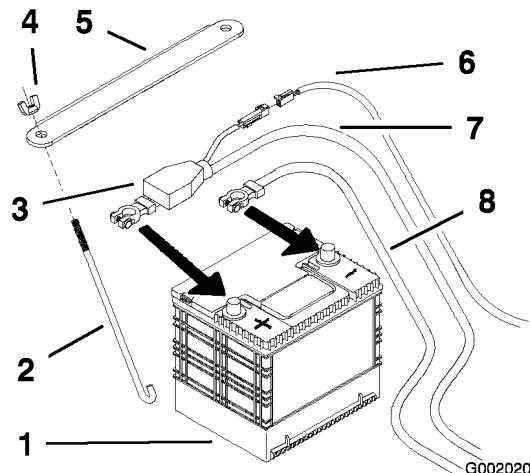

Bild 45
4. Klemmen Sie zunächst das Minuskabel vom Minuspol (–) der Batterie ab (Bild 45).
5. Ziehen Sie die rote Polkappe vom (roten) Pluspol der Batterie ab. Ziehen Sie dann das positive (rote) Batteriekabel ab (Bild 45).
- Setzen Sie die Batterie in das Batteriefach ein, die Pole sollten gegenüber dem Hydrauliktank sein (Bild 45).
- Befestigen Sie die Kabel mit zwei Schrauben (1/4 x 3/4 Zoll), zwei Scheiben (1/4 Zoll) und zwei Klemmmuttern (1/4 Zoll) (Bild 45).
- Befestigen Sie die Batterie mit J-Schrauben, Klemmen, 2 Scheiben (1/4 Zoll) und 2 Flügelmuttern (1/4 Zoll) (Bild 45).